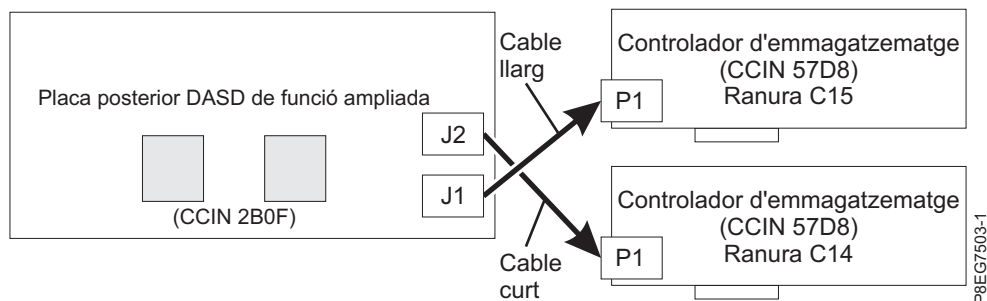

Figura 9. Reconexió del cable SAS en una configuració de funció ampliada
- El cable SAS llarg connecta el connector de la placa posterior de la unitat de disc inferior (J1) al connector P1 de l'adaptador intern SAS RAID a la ranura P1-C15. Consulteu Figura 9.